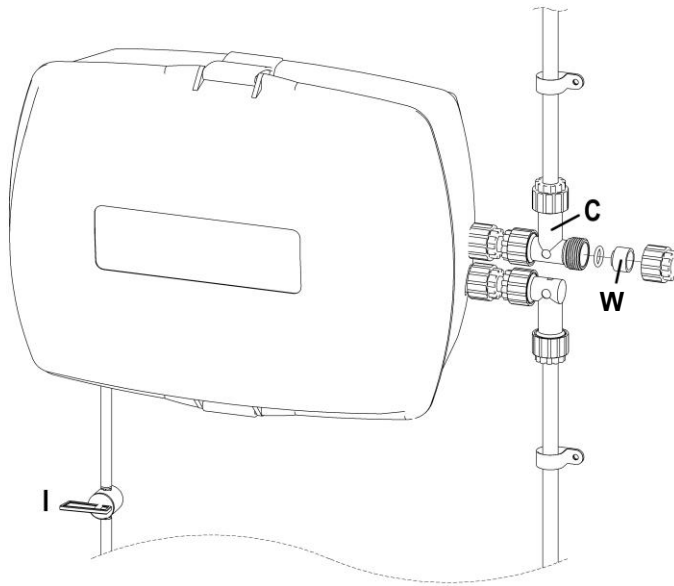

Fig. 7
**RIMOZIONE/INSTALLAZIONE (Fig. 7):** La maggior parte della manutenzione può essere eseguita con la valvola in posizione. Se è necessaria la rimozione completa, afferrare il collettore della valvola a 3 vie in gomma e tirare delicatamente via dalla valvola. Rimuovere le due viti sul retro della Power Unit. Per rimontare, invertire l'operazione.
**RIMOZIONE/INSTALLAZIONE (Fig. 7):** Svitare il gomito di ingresso (B) e il raccordo a T (C). Rimuovere le quattro viti sul retro dell'alimentatore. Scollegare i raccordi da entrambi i collettori (X). Per rimontare, invertire il processo assicurandosi che le frecce direzionali sui Collettori (X) siano nella posizione mostrata.